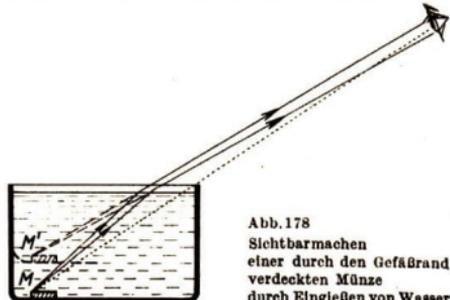

Abb. 178
a) Wir tauchen einen Löffel in ein gefülltes Wasserglas und beobachten das Aussehen des Löffels bei verschiedener Lage und verschiedener Blickrichtung! – Welcher Täuschung unterliegen wir leicht beim Beurteilen der Wassertiefe, wenn wir nach den Steinen auf dem Grunde sehen? – Lege ein Geldstück in eine Schüssel und tritt so weit zurück, daß es gerade hinter dem Rand verschwindet. Lege den Kopf in die aufgestützte Hand, um die Stellung deines Auges nicht zu verändern! Nun laß Wasser in die Schüssel gießen! Was beobachtest du (Abb. 178)? Zur Erklärung dient folgender Versuch:
winkel; er ist bei unserm Versuch kleiner als der *Einfallswinkel* ( $\alpha$ ). Umgekehrt wird der Brechungswinkel größer, wenn der Strahl aus dem Wasser kommt und in die Luft eintritt. So ist es bei dem oben angegebenen Versuch (Abb. 178). Das Auge nimmt die Brechung der Lichtstrahlen selbst nicht wahr. Es erblickt den Gegenstand scheinbar in Richtung der rückwärtigen Verlängerung der Strahlen, so daß die im Wasser befindlichen Gegenstände gehoben erscheinen.